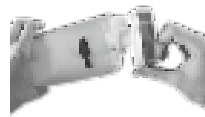

Bild 9
- Ta loss det nedre tanklocket genom att dra ut det genom hålet i tankens botten och töm tanken. (se bild 9). Rengör tanken med rent vatten (se bild 10).